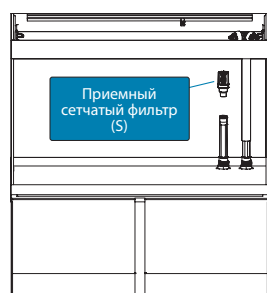
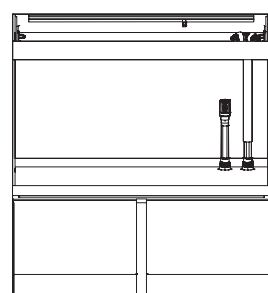
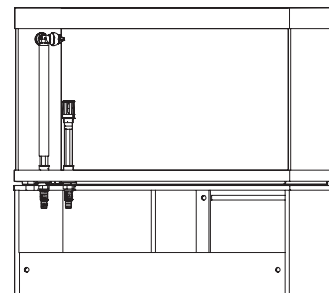

Рис. 5
Рис. 6
Рис. 7
4. Наденьте приемный сетчатый фильтр (S) на соединительный стержень (A) (рис. 5). Изделие в собранном виде показано на рис. 6 и рис. 7.
**!** **ОСТОРОЖНО!** Никогда не пытайтесь сдвинуть соединительные стержни (A) вбок, потому что это может повредить выпускную / приемную системы стеклнного аквариума. Если вы используете другую систему фильтрации, не требующую приемную/выпускную группы из комплекта изделия (напр., внутренний фильтр), восстановите исходное состояние, убрав 2 соединительных стержня (A) и закрыв отверстия (O) и (I) заглушками (P) и (Q). Заглушка (Q) обеспечивает водонепроницаемое уплотнение. Чтобы вставить ее на место, надавите на нее. Заглушка (P) предназначена для защиты заглушки (Q). С ее помощью заглушка (Q) правильно размещается на месте. Завинтите заглушку (P) вручную так, чтобы она больше не поворачивалась без усилия. **НЕ ИСПОЛЬЗУЙТЕ ИНСТРУМЕНТЫ! ЭТО МОЖЕТ ПОВРЕДИТЬ ИЗДЕЛИЕ.**